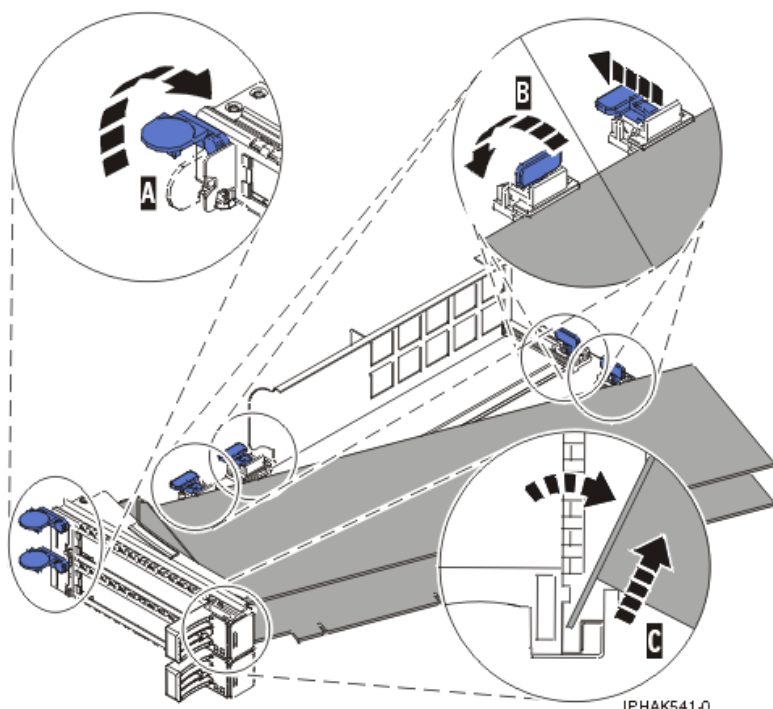

Abbildung 92. Adapter aus PCI-Adapterkassette ausbauen
- d. Drehen Sie den Drehstift (C) heraus und legen Sie ihn an einer sicheren Stelle ab.
- a. Entriegeln Sie die Adapterhalterungen, indem Sie die Halteklammer (A) in die horizontale Position drehen. Siehe Abb. 92 auf Seite 125.
- b. Drücken Sie die Adapterhalterungen (B) von dem Adapter weg.
- c. Entriegeln Sie die Adapterkassettenhalteklammer (C).